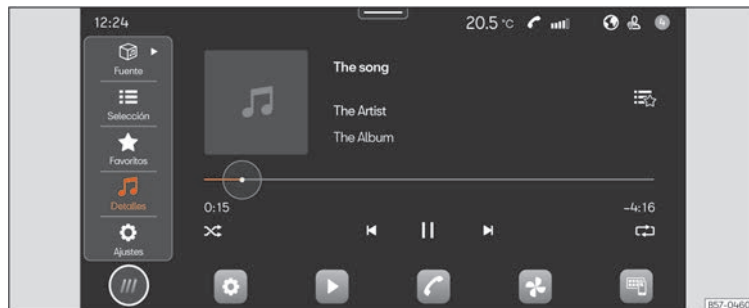

Fig. 139 Representación esquemática: Vista Multimedia.
- Pulse **HOME** > ► >>> **fig. 139**.